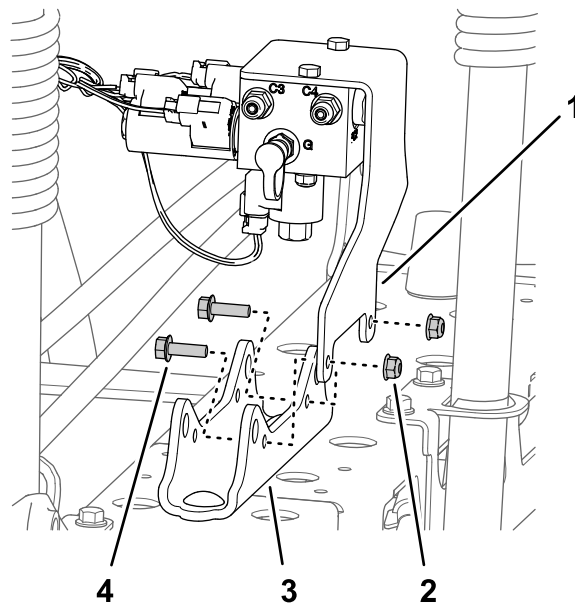

Figura 46
- **Máquinas sin kit opcional de nivelación del brazo Ultra Sonic:** retire las 2 contratuercas con arandela prensada (5/16") y los 2 pernos con arandela prensada (5/16" x 1") que sujetan el soporte del distribuidor de elevación al soporte de los cilindros, y separe el distribuidor y su soporte del soporte de los cilindros (Figura 46).